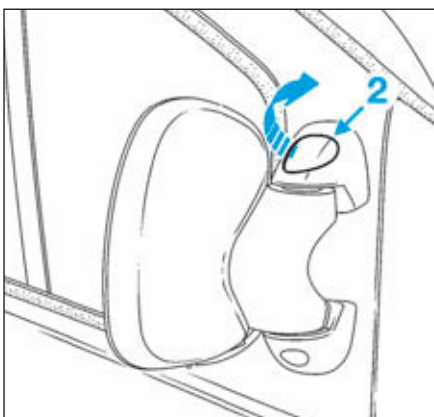

FIG.91
- le cache supérieur du rétroviseur (2) (Fig.91),